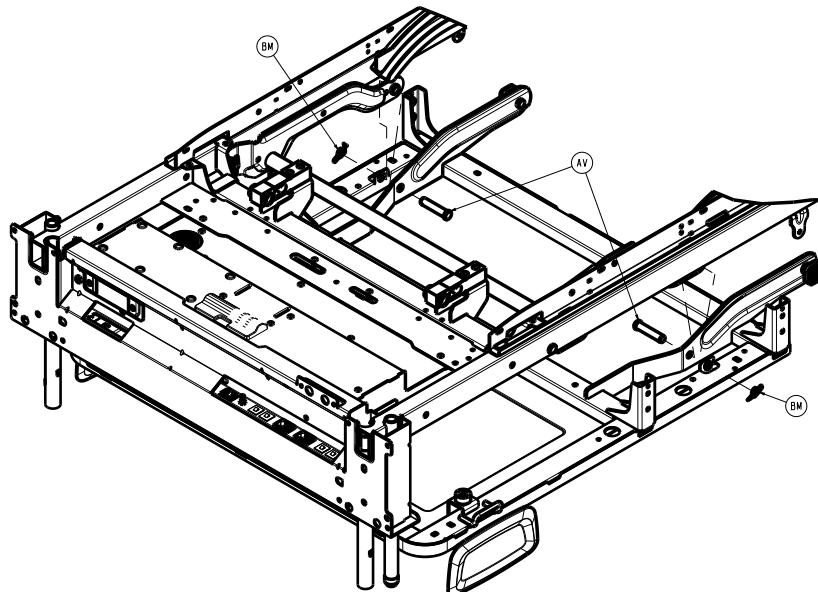

Figure 43 – Retrait des goupilles bête supérieures des côtés gauche et droit du maillon du relève-buste
25. Tout en soutenant l'ensemble soudé du relève-buste, utiliser une pince à becs fins pour retirer les goupilles bête supérieures des côtés gauche et droit du maillon du relève-buste (Figure 43).
27. Tout en continuant à soutenir l'ensemble soudé du relève-buste, pousser le relève-buste vers le haut pour relâcher de la pression. Retirer les axes d'épaulement de maillon des côtés gauche et droit du relève-buste (Figure 43).